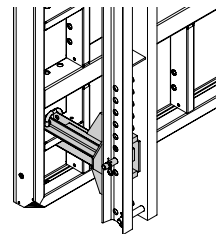

Fig. B2.14
3. Puede conectarse a los travesaños horizontales y verticales reubicando el arco, ver C1 Conexión a travesaño horizontal. (Fig. B2.14 – B2.14c)
4. Colocar los perfiles verticales CB (4) sobre los adaptadores. Voladizo inferior, ver planos o C1.